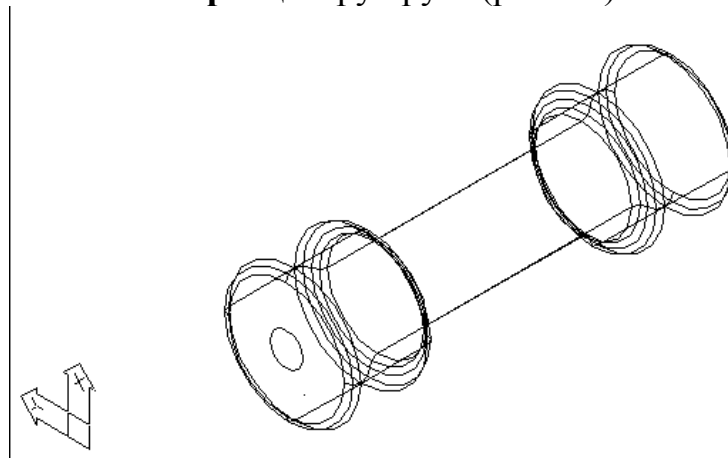

Рис.26
7. Нарисовать два круга радиусом 0.3 мм (половина диаметра вывода резистора) в точках подсоединения выводов к резистору. Рисовать с включенной привязкой **Osnap** к центру круга (рис. 26).